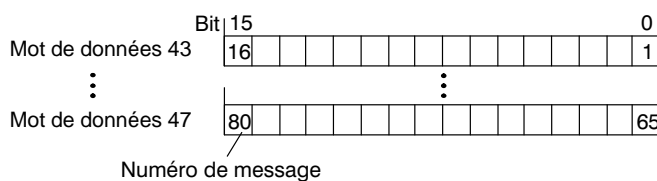

Figure 8-1    SIMATIC S5: Correspondance entre zone de messages et numéro de message pour les mots de données
- Chaque zone de messages peut être décomposée en plusieurs zones d'adresses. La figure 8-1 récapitule le nombre de zones de messages d'événement et d'alarme, le nombre de zones d'acquiescement des alarmes ainsi que la longueur totale respective des zones pour les divers OP.
La figure 8-1 montre la correspondance entre numéro de bit et numéro de message pour les mots de données. L'affectation d'un numéro de bit à un numéro de message est effectuée automatiquement dans l'OP.